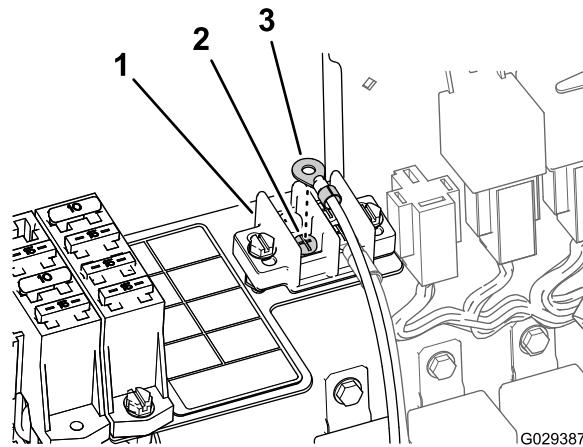

Figura 19
2. Prenda o terminal de anel da cablagem do kit de acabamento ao bloco de terminais de ligação à terra com o parafuso que removeu no passo 1 (Figura 19).
1. Retire um parafuso do bloco de terminais de ligação à terra (Figura 19).